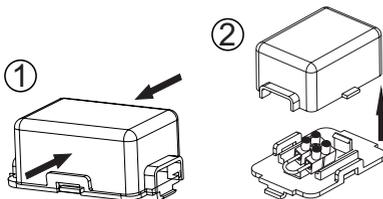

Abb. 3.2: Anschluss Fensterkippschalter
In der Motorbox ist in einer kleinen schwarzen Box eine Lusterklemme mit eingesetzter Kabelbrücke installiert (⇒ Abb. 3.2). Öffnen Sie die Box indem Sie den Deckel an den langen Seiten zusammendrücken ⓪ und abnehmen Ⓛ.
- Teleskopschacht ① nach oben ziehen und mit 2 Schrauben ② von links und rechts an Schachtmontagebügel ③ verschrauben. Keinen Akkuschrauber dazu verwenden (⇔ Abb. 3.2).